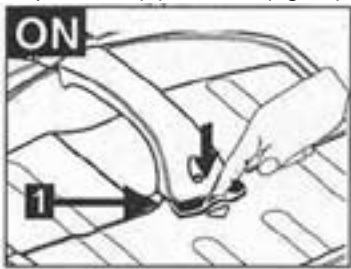

fig. 9
Switch position (1) „down“ (fig. 9).